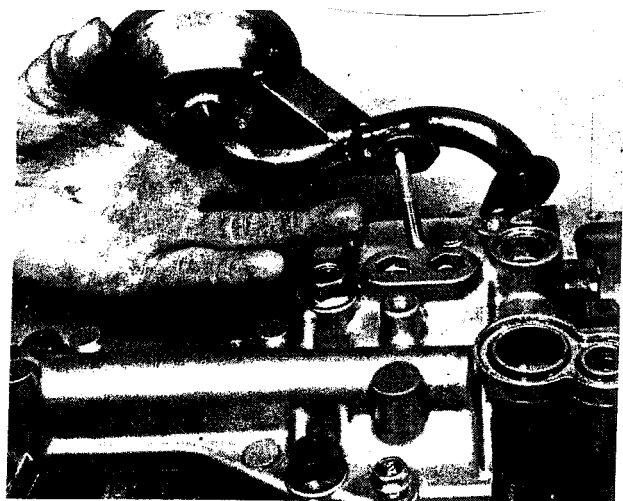

Bild 67
- Die beiden Befestigungsschrauben des Ölsaugrohres vom Hauptlagerbock ausschrauben, das Ansaugrohr abheben und dabei auf den O-Ring achten (Bild 67). Die rechte Schraube sichert auch noch die Achse des hinteren Ausgleichsgewichtes. Einen Schraubendreher in die Nut nahe beim Achsende einführen und die Achse herausziehen.